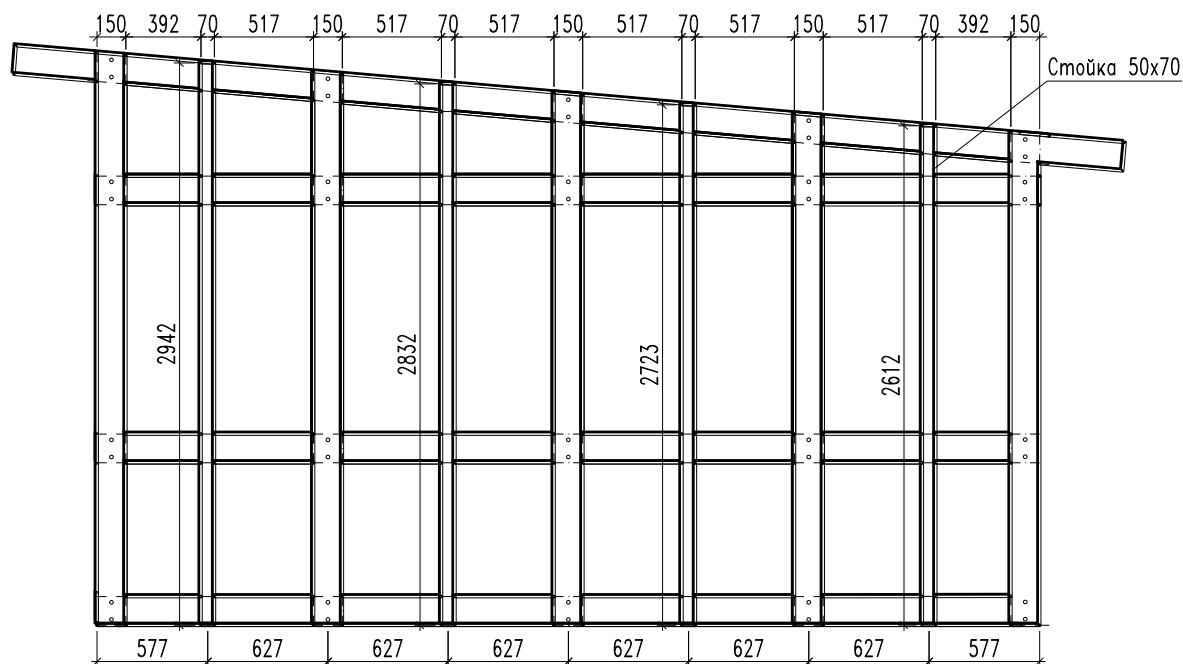

рис.17 – Схема обшивки боковых стен гаража.
- 1) Нарезать из досок 50x70 (50x75) промежуточные стойки и закрепить, как показано на рис. 17. Крепить стойки снаружи рамы саморезами 4,8x95 по два на узел.
рис.17а – Схема обшивки боковых стен гаража – 3D модель.